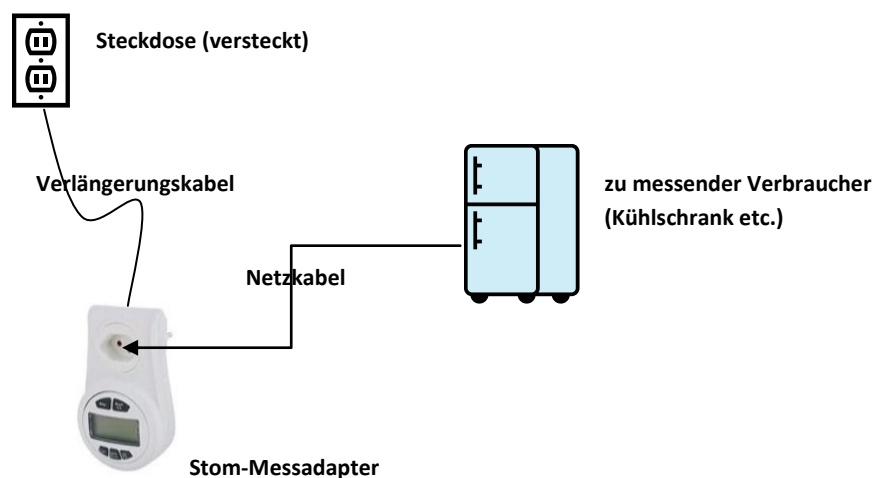

Abb. 1: Schematische Darstellung der Mess-Anordnung bei schlecht zugänglicher Steckdose
- Da häufig die benötigte Steckdose schwer zugänglich ist (Beispiel: Kühlschrank), wird empfohlen, die beigelegte Verlängerung zu verwenden. Damit ist es wesentlich einfacher, den Adapter zu bedienen (s. Abb. 1)